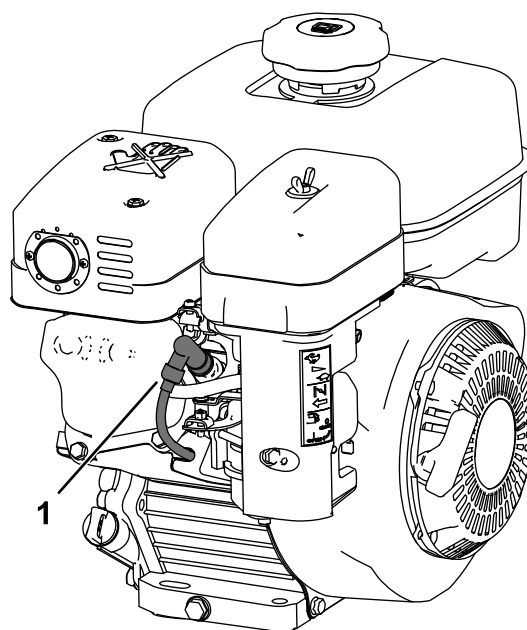

Bild 10
5. Ziehen Sie den Kerzenstecker ab (Bild 10).